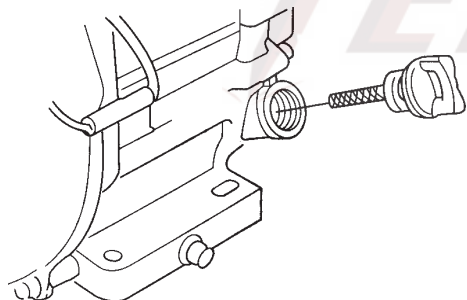

Figura 2. Nivel de aceite del motor.
2. Quite el tapón de la varilla del aceite del orificio de llenado de aceite del motor (figura 2) y límpielo.